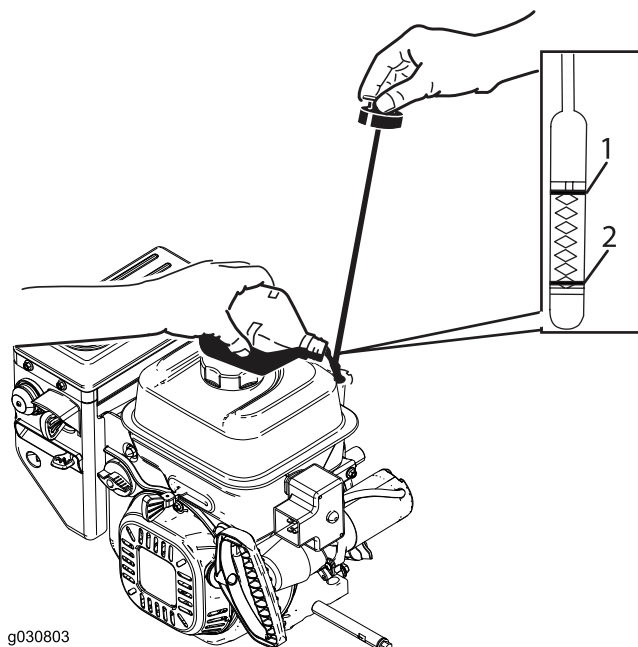

Figura 12
1. Togliete l'asta di livello e versate **lentamente** l'olio nel tubo di riempimento fino a portarne il livello al segno di pieno (Full) sull'asta. **Non riempite troppo** (Figura 12). Vedere Controllo del livello dell'olio motore nella sezione Manutenzione.